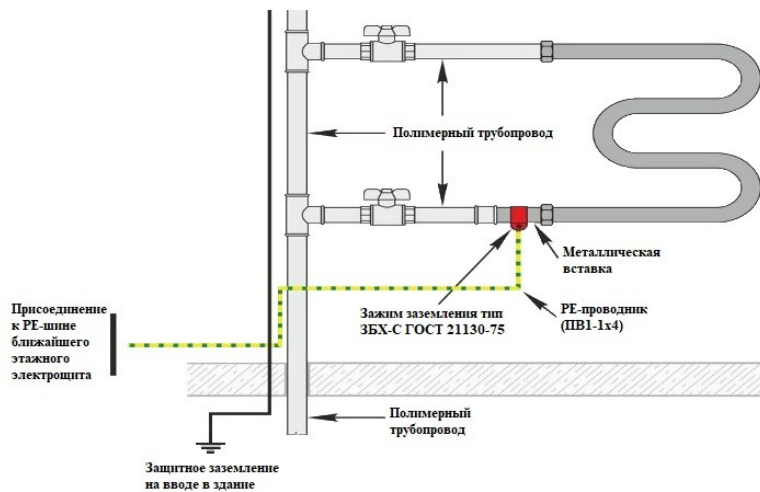

Рис. 4.
2. Если стояк и отводы полностью из полимерных труб, требуется установка металлической вставки (например, бочонок или ниппель соответствующего трубного диаметра) между шаровым краном и непосредственным присоединением полотенцесушителя. На вставку установить зажим заземления и медным проводом сечения 4 мм2 соединиться с заземляющей РЕ-шиной ближайшего электрощита (Рис. 4).